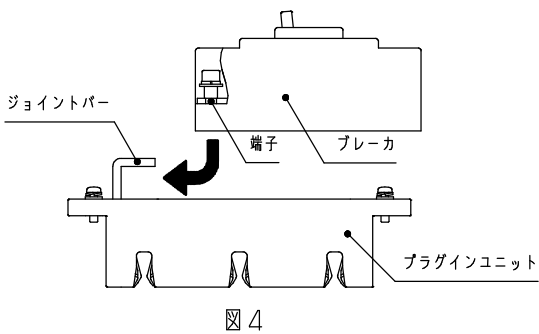

図4
- ③ 組替したいブレーカの端子をプラグインユニットのジョイントバーに差込む。（図4）